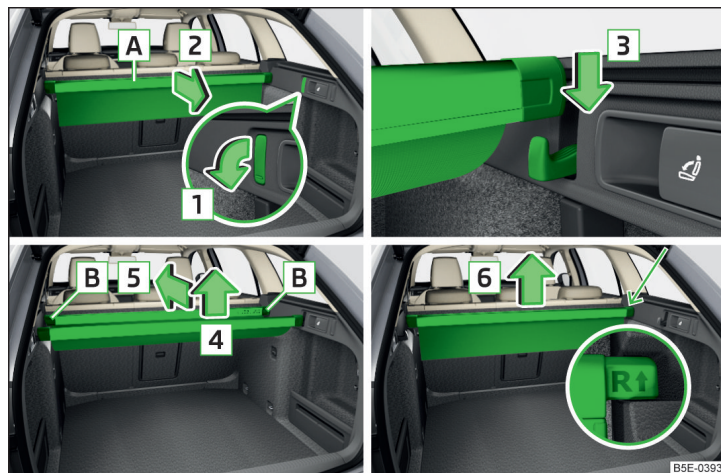

Fig. 122 Geanta multifuncțională: extragerea/introducerea/împingerea/îndepărtarea
- Rabatați în jos cârligele frontale de pe ambele laterale ale portbagajului, în sensul săgeții [1] » fig. 122.
- Scoateți bagheta din spate de pe cârlige, în sensul săgeții [4] și introduceți-o în buzunar în sensul săgeții [5] » fig. 122.
- Scoateți buzunarul din punctele de fixare, în sensul săgeții [6] » fig. 122.